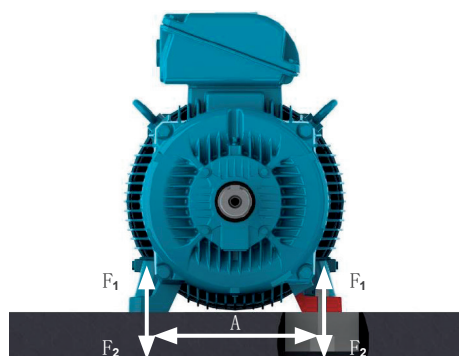

图 6.3: 电机安装在一个混凝土基座
基础应力可通过下列公式计算 (参见第32页图6.3):
- 金属基座: 通常用于小型电机 (参见第32页图6.3)。